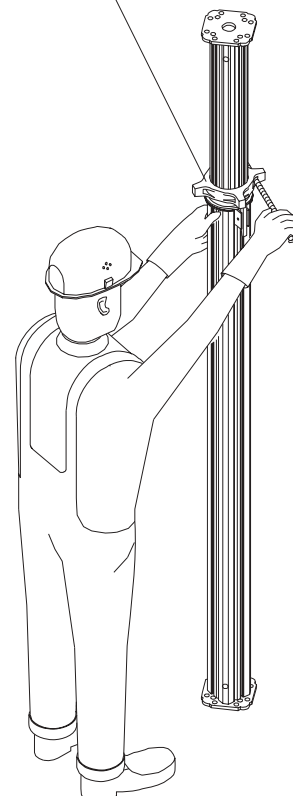

Fig. 19
- Støtten kan også efterjusteres trinløst ved en delast på indtil 15 kN. Dertil skal indstillings-møtrikken justeres med et monteringsjern. Fig. 19